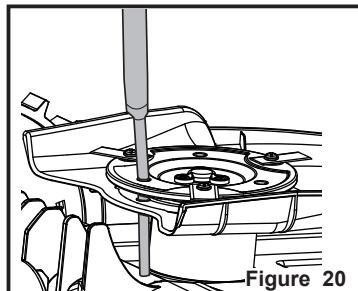

Figure 20
4. Utilisez un outil approprié (par exemple, un tournevis) pour l'insérer dans l'un des trois trous du disque de lames afin de le fixer (Figure 20). Cela permet de s'assurer que le disque de lames ne tourne pas lors du remplacement des lames, afin d'éviter les blessures.